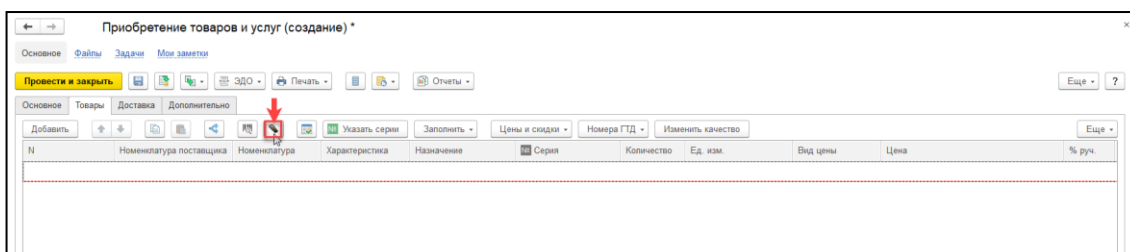

Рис. 5.8 - Загрузка данных с терминала
4. При условии, что устройство подключено к ПК, в табличную часть документа необходимо загрузить данные по товарам с терминала сбора данных (Рис. 5.8).